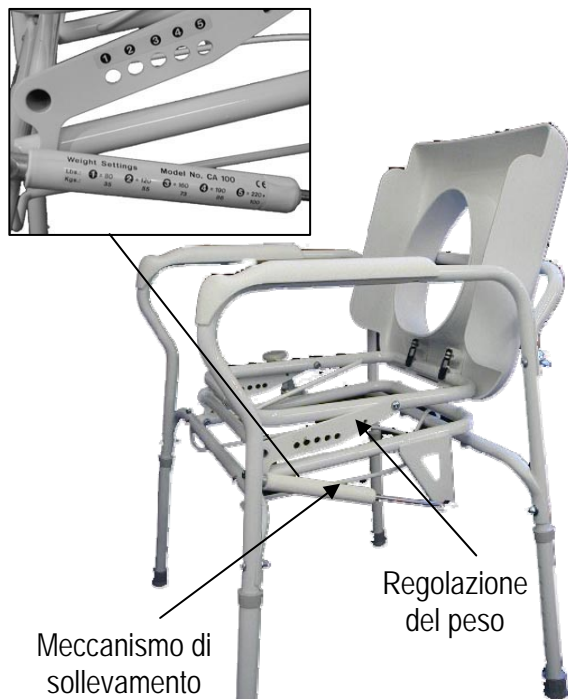

Figura C1
- Sollevare la **seduta di plastica** per avere un facile accesso alla zona di regolazione del peso. (Fig. C1 e C2). Nota bene: Prestare attenzione di sollevare la seduta di plastica solamente a un angolo di 90 gradi per consentire così alla stessa di rimanere in posizione verticale; spingere con forza sulla seduta di plastica oltre i 90 gradi (in direzione della barra di appoggio posteriore) potrebbe causare la rottura degli attacchi che fissano la Seduta agli altri componenti del rialzo.